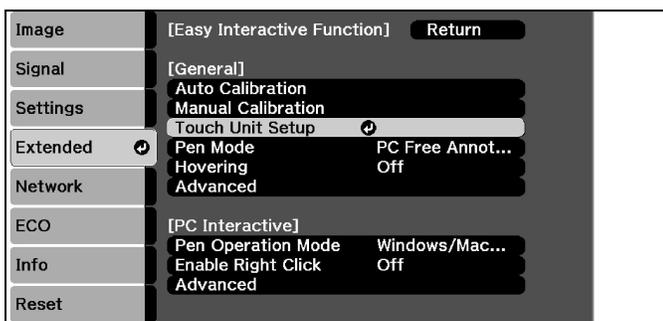

Figure 18
4. Sélectionnez **CONFIGURATION DE L'UNITÉ TACTILE**. (Voir figure 18)